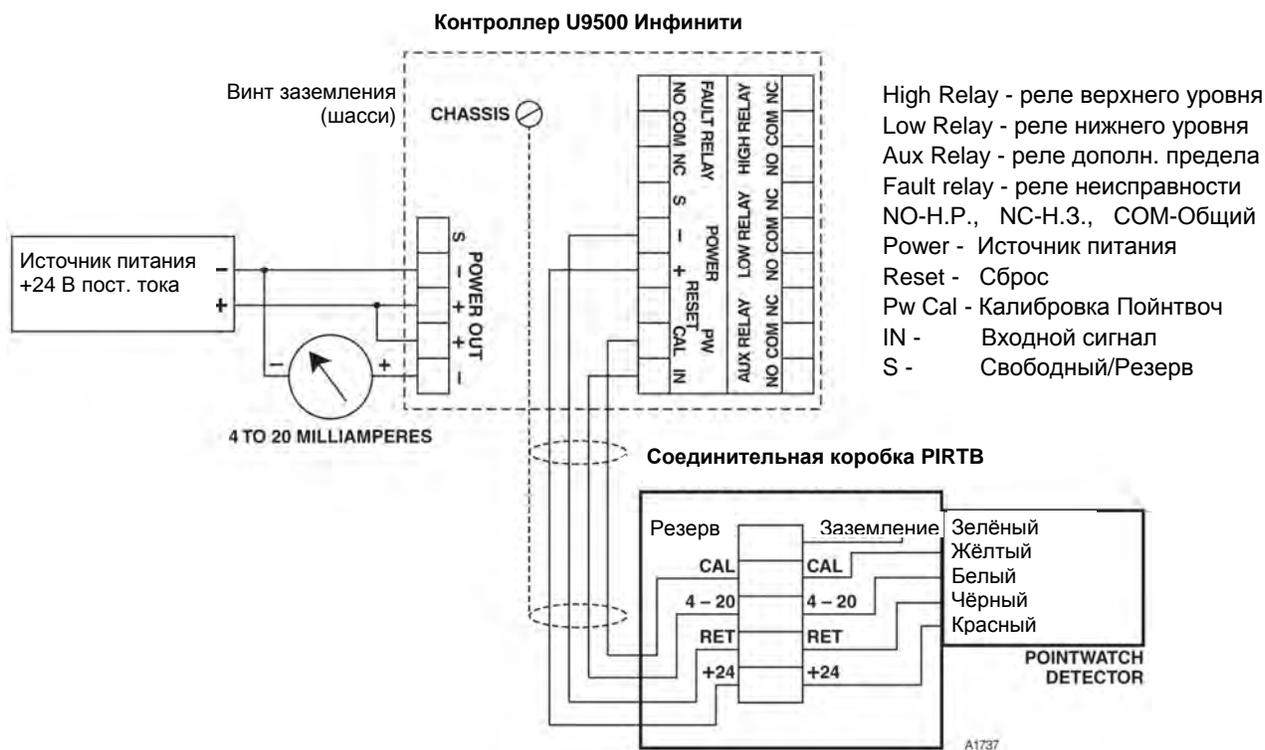

Рис. 22. Подключение детектора PIR9400 с соединительной коробкой к контроллеру U9500.
2. Подсоедините провода детектора к клеммной колодке в соединительной коробке, как это показано на рис. 22 и 23.
5. При использовании контроллера U9500 осуществите его монтаж и подключение, как показано на рис. 22, следуя процедуре, описанной в инструкции на контроллер.